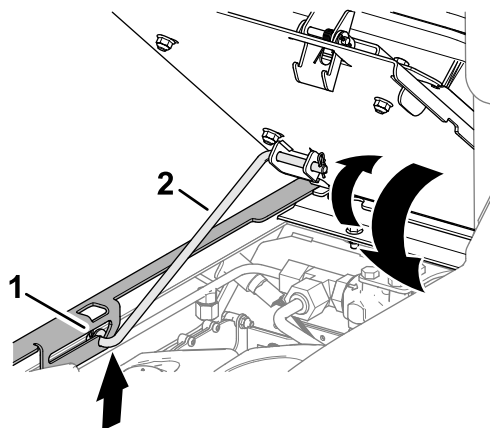

Рисунок 109
1. Немного поднимите сиденье и выведите опорную стойку из углубления паз в опоре сиденья (Рисунок 109).